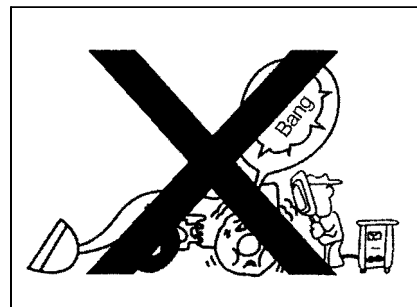

Рис. 2-15
- При работе по электросварке около шины, должно обратить особое внимание ввиду возможности взрыва шины. (Рис.2-15)